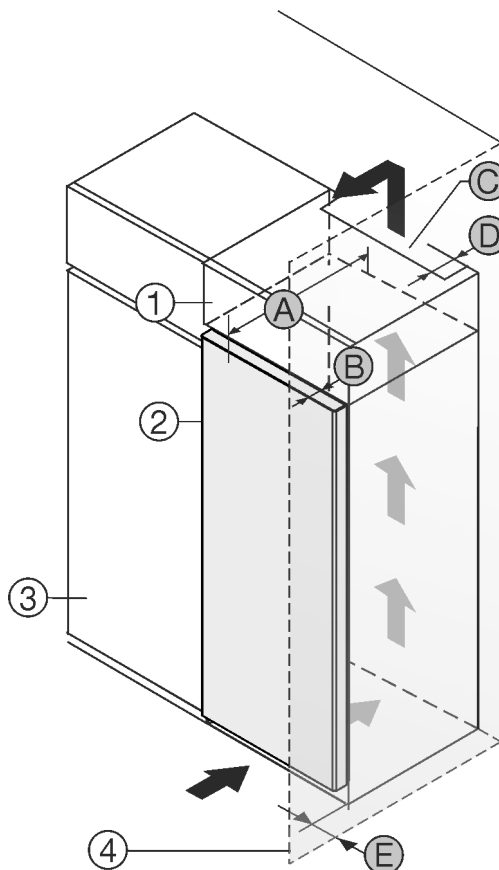

Fig. 1
- (1) Pealiskapp \*
- (2) Seade \*
- (3) Köögikapp \*
- (4) Sein \*
- (A) Seadme sügavus \*
- (B) Ukse sügavus \*
- (C) Ventilatsiooniristlõige \*
- (D) Seadme tagakülje kaugus \*
- (E) Kaugus seadme küljest \*
Te saate seadme vahetult köögikapi Fig. 1 (3) kõrval üles panna.\*
Pealiskapi tagaküljel peab olema vähemalt sügavusega Fig. 1 (D) kogu pealiskapi laiune heitõhušaht.\*
Ruumi lae all tuleb ventilatsiooniristlõikest Fig. 1 (C) kinni pidada.\*
Kui panete seadme šarniiridega sein Fig. 1 (4) kõrvale üles, siis peab olema seadme ja seinavahekaugus vähemalt 13 mm.\*
Kui panete seadme šarniiridega sein Fig. 1 (4) kõrvale üles, siis peab olema seadme ja seinavahekaugus vähemalt 20 mm.\*
Võimaldamaks ust täielikult avada, peab seade vähemalt ukse sügavuse Fig. 1 (B) võrra köögikapi esiseinast ettepoole ulatuma. Köögikappide Fig. 1 (3) sügavusest ja seinavahehooldikute kasutamisest sõltuvalt võib seade rohkem välja ulatuda.\*